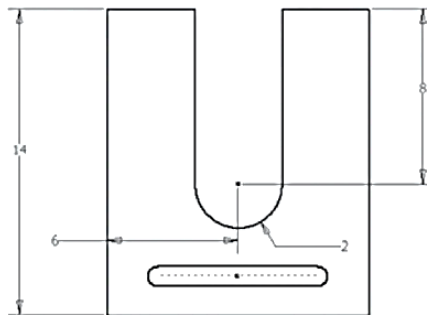

Figura 4.172 Comando Slot.
- f) Com o comando **Slot** crie o perfil seguinte, conforme Figura 4.172. Veja que no rodapé está descrito que estão faltando 4 dimensões (*4 dimensions needed*).